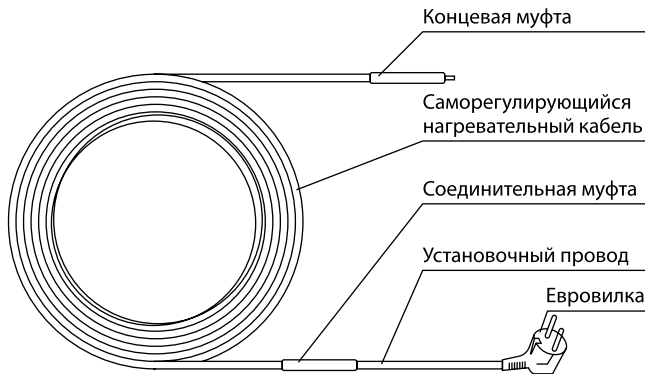

Рисунок 1. Конструкция нагревательной секции
3.1. Нагревательная секция состоит из саморегулирующегося нагревательного кабеля, оснащенного двухметровым установочным проводом с евровилкой на конце с одной стороны и концевой муфтой – с другой (рисунок 1).